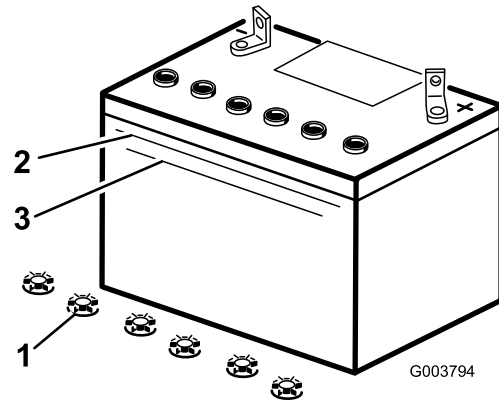

Bild 36
3. Sehen Sie sich die Seite der Batterie an. Der Füllstand muss bis zur oberen Linie reichen (Bild 36). Der Säurestand darf nicht unter die untere Linie fallen (Bild 36).
6. Entfernen Sie die Verschlussdeckel von der Batterie (Bild 36).
7. Gießen Sie langsam destilliertes Wasser in jede Batteriezelle, bis der Säurestand die obere Linie (Bild 36) am Batteriegehäuse erreicht.
8. Warten Sie nach dem Füllen der Batteriezellen fünf bis zehn Minuten. Gießen Sie bei Bedarf destilliertes Wasser in jede Batteriezelle, bis der Säurestand die obere Linie (Bild 36) am Batteriegehäuse erreicht.